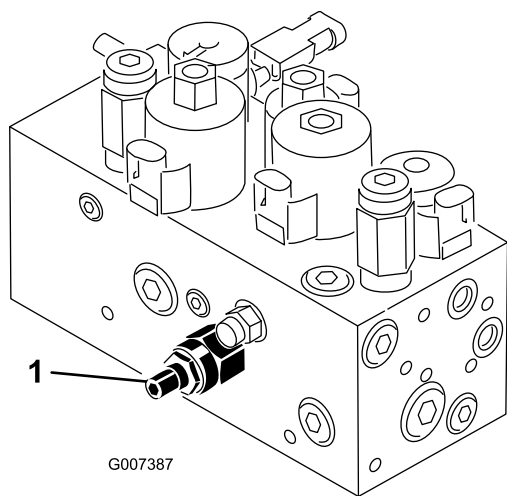

Рисунок 48
Гидравлический контур подъема/опускания режущих блоков оснащен клапаном регулирования расхода (Рисунок 48). Клапан настроен на заводе-изготовителе, но может потребоваться регулировка для компенсации различий в температурах гидравлического масла, скоростей скашивания, в навесных орудиях и т.п. В случае необходимости регулировка производится следующим образом.
1. Поднимите сиденье и найдите клапан регулирования расхода (Рисунок 48), расположенный на боковой стороне гидравлического коллектора.